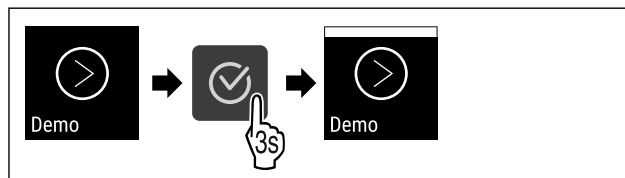

Fig. 115
- ▶ Handlungsschritte (siehe Fig. 115) durchführen.